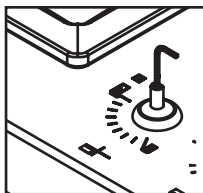
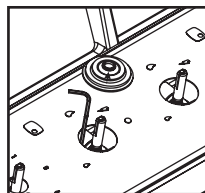

Fig. 27
Fig. 28
3. Inserte la llave Allen/Bristol (contenida en el kit de conversión) en el espigo de la válvula y gírelo en el sentido de las manecillas del reloj $\frac{1}{4}$ de vuelta hasta obtener la llama deseada, ver fig. 27. Para serie cristal (Ref. 1.6797.20) se debe retirar el empaque de caucho y hacer la regulación por un lado del espigo, ver fig. 28.